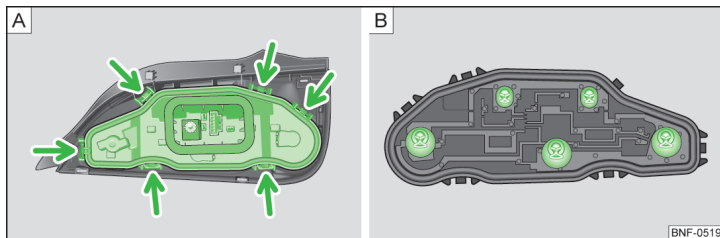

Fig. 135 Cambiar bombillas
- Desbloquear el portalámparas » fig. 135 - **A** y retirar el soporte de la luz.